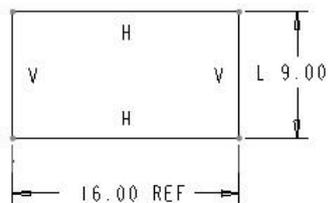

图 2-45 标注参考尺寸与尺寸锁定
- (1) 单击选中欲作为参考尺寸的尺寸。
- (2) 执行【编辑】→【转换到】→【参考】命令，相应的尺寸值后会有“REF”；执行【编辑】→【切换锁定】命令，相应的尺寸值前会有“L”，如图 2-45 所示。